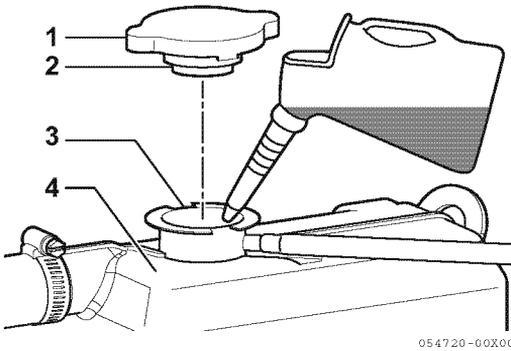

Abbildung 11
- 4. Kühlmittel langsam in den Kühlmittelbehälter / Wärmetauscher (**Abbildung 11, (4)**) einfüllen, um Luftblasenbildung zu vermeiden. Kühlmittel einfüllen, bis dieses am Füllstutzen überfließt.
- 5. Verschlusslaschen am Deckel (**Abbildung 11, (1)**) und Einkerbungen des Füllstutzens (**Abbildung 11, (3)**) übereinanderliegend ausrichten und Deckel festdrehen (**Abbildung 11, (2)**).